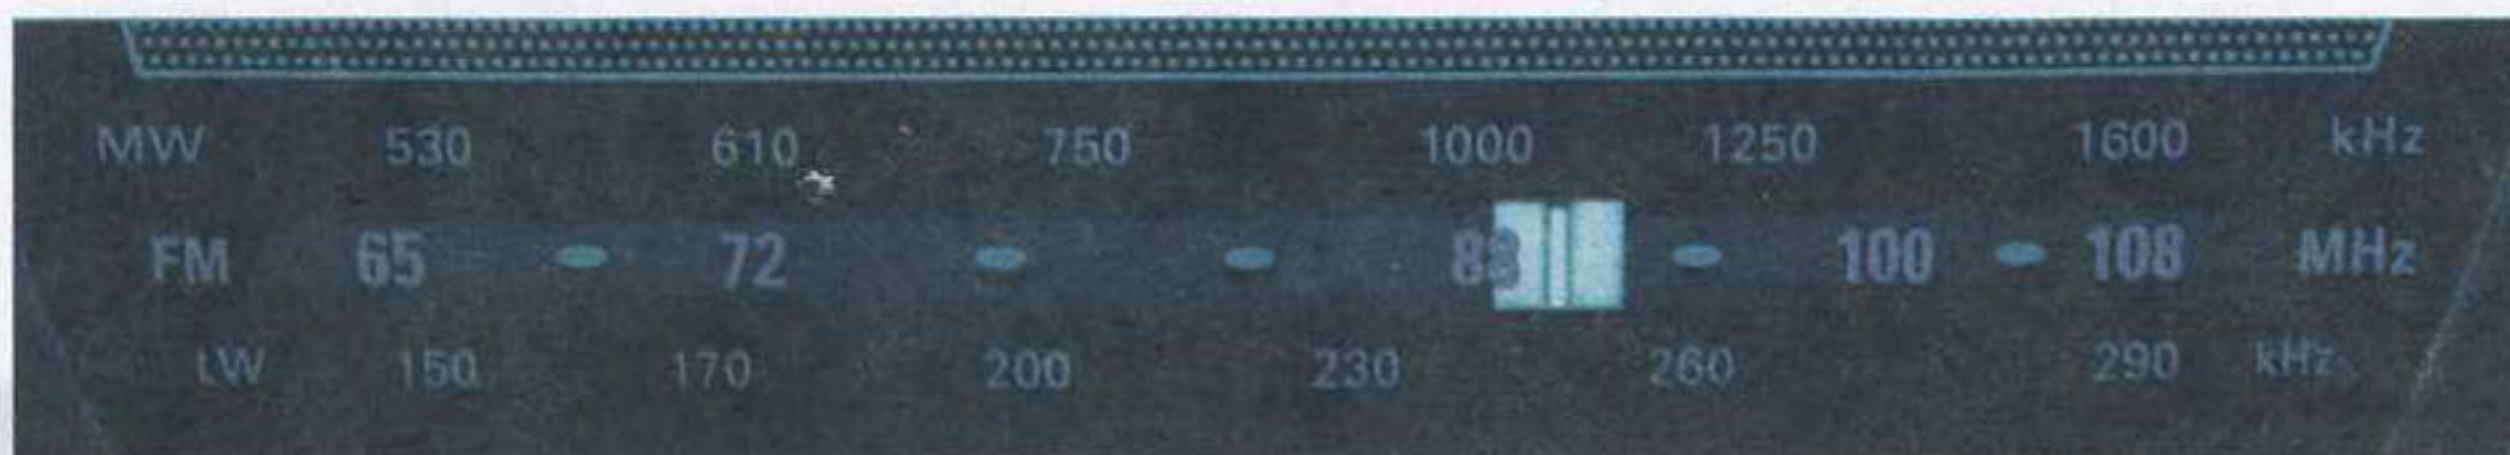

Рис. 16.1. Шкала радиоприемника со смешанным обозначением диапазонов
FM — радиостанции вещают в диапазоне 88–108 МГц, но одна и та же радиостанция может выходить в разных городах на разных частотах, т.е. приезжая в другой город, вы можете не найти свою любимую радиостанцию на привычной частоте. «Расширенный FM диапазон» у радиоприемников подразумевает возможность прослушивания радиостанций, вещающих и в диапазоне УКВ 65.8–73 МГц (рис. 16.1). Обычно на радиоприемниках диапазоны принимаемых частот (band) указывается либо по типу применяемой модуляции — AM и FM и шкала градуируется в герцах, либо по длине волны — СВ (MW), КВ (SW), УКВ, при этом шкала проградуирована тоже в герцах. Правда встречаются
ся радиоприемники, в которых применяется смешанное обозначение диапазонов — по виду модуляции и по длине волны (рис. 16.1). MW (Medium Wave) — средние волны, LW (Low Wave) — длинные волны, FM (Frequency Modulation) — частотная модуляция, подразумевая часть диапазона ультракоротких волн. Название «FM-диапазон», по сути своей, неправильно, но прижилось в народе и обозначает диапазон 88–108 МГц.